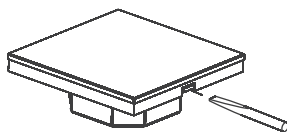

Рис.3. Снятие лицевой панели.
- 3.7. Отсоедините лицевую панель от корпуса, аккуратно поддев её плоской отверткой (Рис. 3).